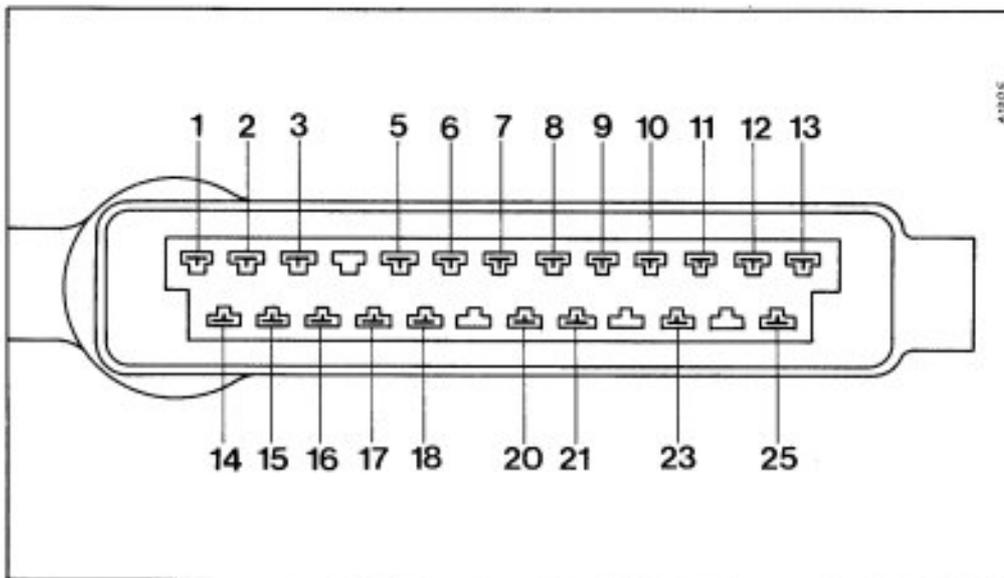
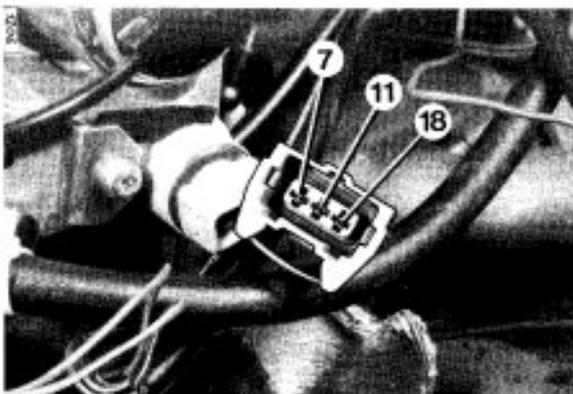
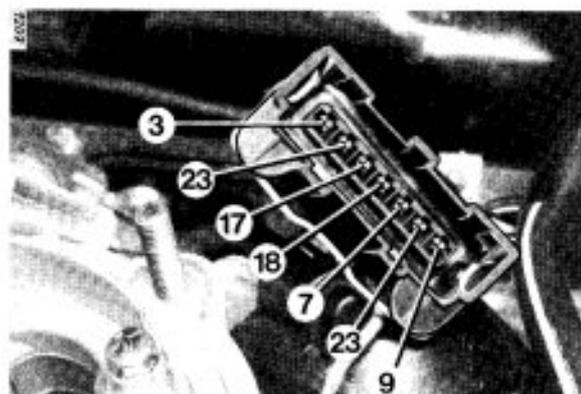

Bild 45 Kupplungsstecker für Steuergerät
Bild 46 Am Drosselklappen-Potentiometer
Bild 47 Am Drosselklappenansteller
- Kupplungsstecker (Bild 45) am Steuergerät abziehen (im Beifahrerfußraum hinter Handschuhkastenverkleidung).
- Kabelklemmen gleicher Nummern (Bild 45–60) mit Ohmmeter auf Durchgang prüfen (ca. 0,2 Ω). Entsprechende Stecker abziehen.
Beispiel: Ohmmeter an Kupplungsstecker (Nr. 7, Bild 45) und Stecker für Drosselklappen-Potentiometer (Nr. 7, Bild 46) oder an Stecker für Drosselklappenansteller (Nr. 7, Bild 47).
(Nr. 7 siehe auch Bild 47, 50 und 51)
(Nr. 18 siehe auch Bild 47)
(Nr. 7 siehe auch Bild 46, 50 und 51)
(Nr. 18 siehe auch Bild 46)
(Nr. 7 siehe auch Bild 46, 47 und 51)
(Nr. 7 siehe auch Bild 46, 47 und 50)
(Nr. 23 siehe auch Bild 47)